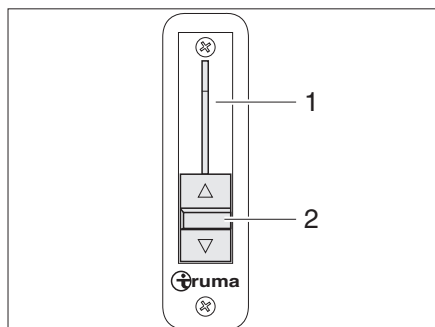

Fig. 16 Bloqueo de barra
El regulador de corredera (Fig. 16,2) para el bloqueo de barra (Fig. 16,1) está en la parte exterior izquierda en el salpicadero.
- Empujar la palanca (Fig. 16,2) totalmente hacia abajo. El bloqueo de barra está cerrado.